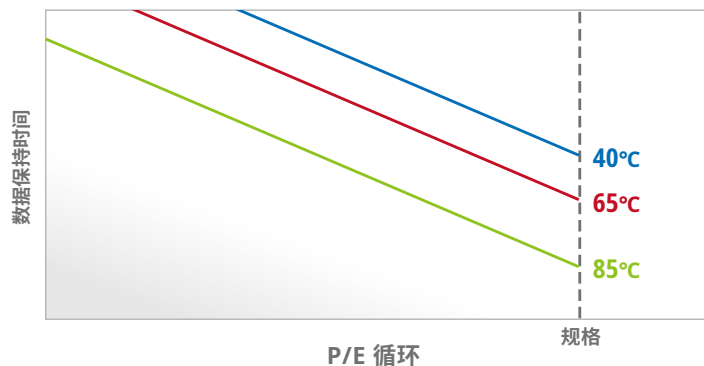

图 3: 随着温度升高，NAND 闪存单元中的数据保持量急剧下降。
- 温度越高，NAND 闪存单元老化得越快，因此数据保持的持续时间下降得越快。如图 3 所示。